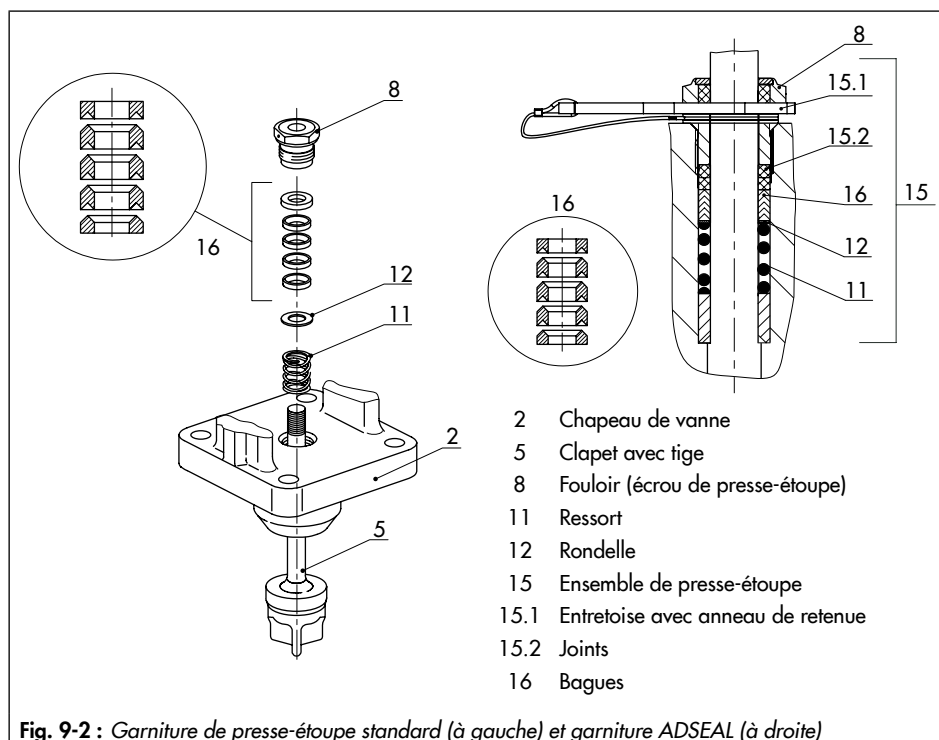

Fig. 9-2 : Garniture de presse-étoupe standard (à gauche) et garniture ADSEAL (à droite)
11. Insérer avec précaution les pièces du presse-étoupe dans leur logement à l'aide d'un outil approprié en les faisant passer par-dessus la tige de clapet. Veiller à les remonter dans le bon ordre, cf. Fig. 9-2.
- Ressort (11)
- Rondelle plate (12)
- Bagues (16)
4. Insérer l'entretoise rouge (15.1) entre la douille filetée (8) et l'anneau de retenue, cf. Fig. 9-2.
9. Insérer avec précaution les pièces du presse-étoupe dans son logement à l'aide d'un outil approprié en les faisant passer par-dessus l'extension de tige de clapet. Veiller à les remonter dans le bon ordre, cf. Fig. 9-2.
10. Fixer le chapeau de vanne à l'aide des vis (32) et écrous (33). Respecter les couples de serrage prescrits.
11. Visser la douille filetée (8) jusqu'en butée. Respecter les couples de serrage prescrits.
12. Visser légèrement le contre-écrou (10) et l'écrou d'accouplement (9) sur la tige de clapet.
14. Insérer avec précaution les pièces du presse-étoupe dans leur logement à l'aide d'un outil approprié en les faisant passer par-dessus la tige de clapet. Veiller à les remonter dans le bon ordre, cf. Fig. 9-2.
15. Enfoncer le clapet (5) dans le siège (4). Fixer alors la lanterne (2) à l'aide des écrous de corps (14). Serrer progressivement les écrous de corps en diagonale. Respecter les couples de serrage prescrits.
16. Visser la douille filetée (8) jusqu'en butée. Respecter les couples de serrage prescrits.
17. Visser légèrement le contre-écrou (10) et l'écrou d'accouplement (9) sur la tige de clapet.